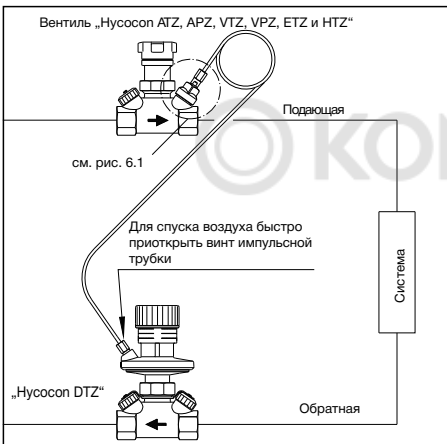

Рис. 6.2: „Нусосон DTZ“, установка на обратной линии
- Спустить воздух из импульсной трубки. Спуск воздуха из импульсной трубки осуществляют путем легкого ослабления винта импульсной трубки (рис. 6.2). После выхода воды винт снова закрутить.
Чтобы сохранить функцию регулятора при установке на подающей линии, необходимо поменять местоположение импульсной трубки. (по-сравнению с рис. 6.2)